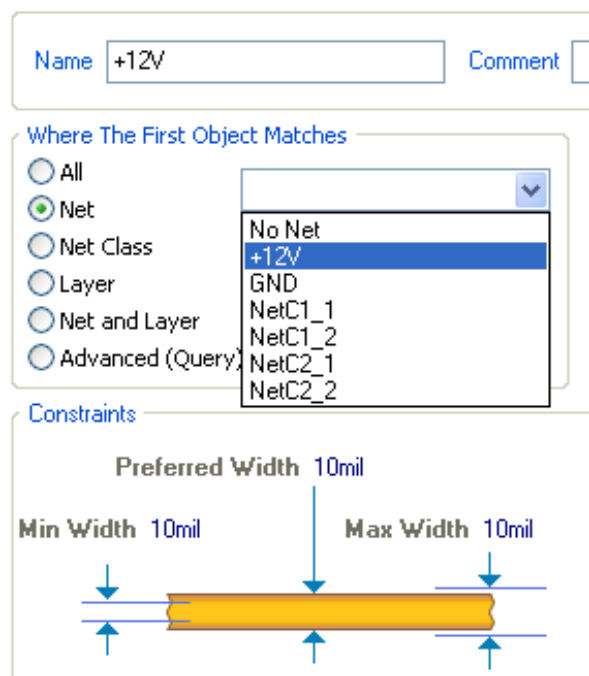

图3-20 选择+12V网络
- （2）在Design Rules面板单击新的名为Width_1的规则以修改其范围和约束，如图3-20所示。
(4) 在Where The First Object Matches栏选择单选按钮Net，在选择框内单击向下的箭头，选择+12V，如图3-20所示。